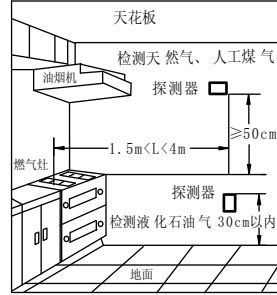

图3：安装方式示意图
- 探测器的安装方式为壁挂式，安装位置（如图3所示）应根据所使用的燃气及灶具的位置等实际情况具体分析决定，但要遵循以下原则：
- (1) 探测器应与灶具安装在同一房间内；
- (2) 探测器安装位置与燃气源或灶具的垂直距离应大于等于50cm（因为天然气、人工煤气比较轻，在空气中会向上浮动，首先在房间上方聚集）；检测液化石油气时，探测器应安装在距地面30cm以内处；
- (3) 探测器安装位置应距燃气源或灶具1.5m至4m之间。